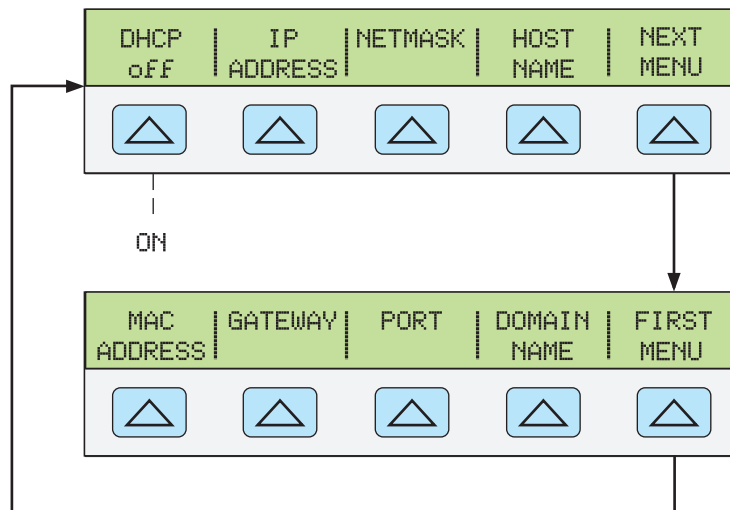

図 5-2. LAN パラメータ設定メニュー
4. **LAN SETUP** というソフトキーを押します。LAN パラメータは、図 5-2 で表示される 2つのソフトキーメニューから設定します。